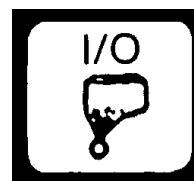

Fig.7
4.2.7 Stilstandsovervågning for gødningsudstyr (fig.7)